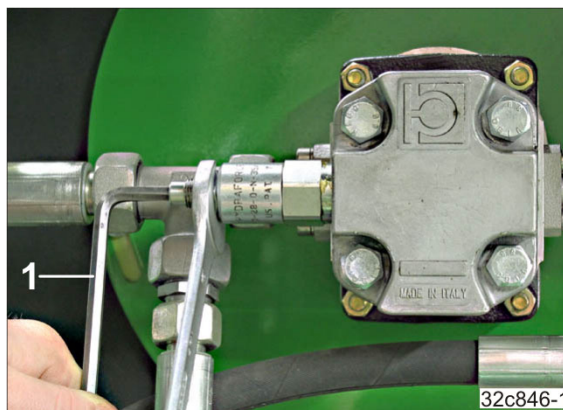

Рис. 222
1. Ослабьте контргайку (Рис. 222).
2. Установите редукционный клапан на заводское значение «21 мм» (Рис. 222).
- 2.1. Поверните винт с помощью торцового шестигранного ключа (Рис. 222/1) в нужную сторону.